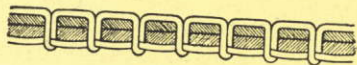

Fig. 28
- c) Is de bovenspanning te los en/of de onderspanning te vast, dan komt de knoop van de steek aan de onderkant te liggen (fig. 28). Om dit te verhelpen draait men de spanningsschroef (fig. 25) naar rechts.